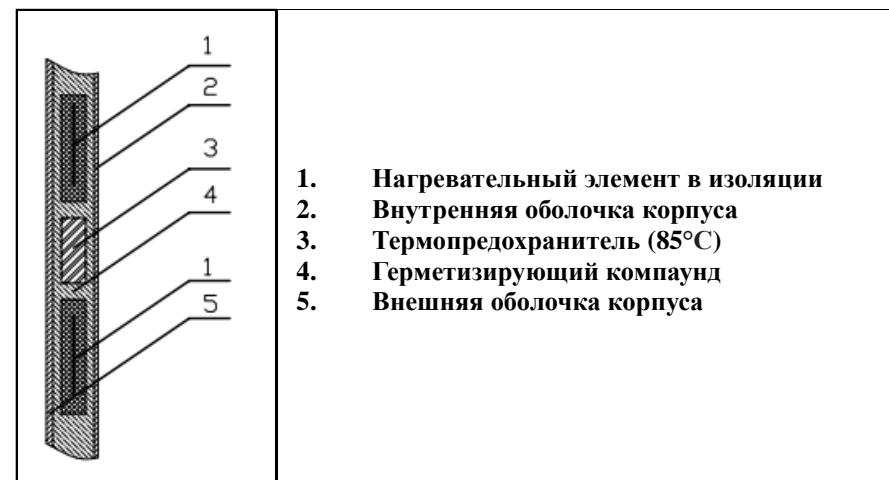

Рис.1 Конструкция нагревателя
4.1 Конструкцией обогревателя, качественными характеристиками герметизирующего компаунда и соблюдением технологии заливки. (рис.1)